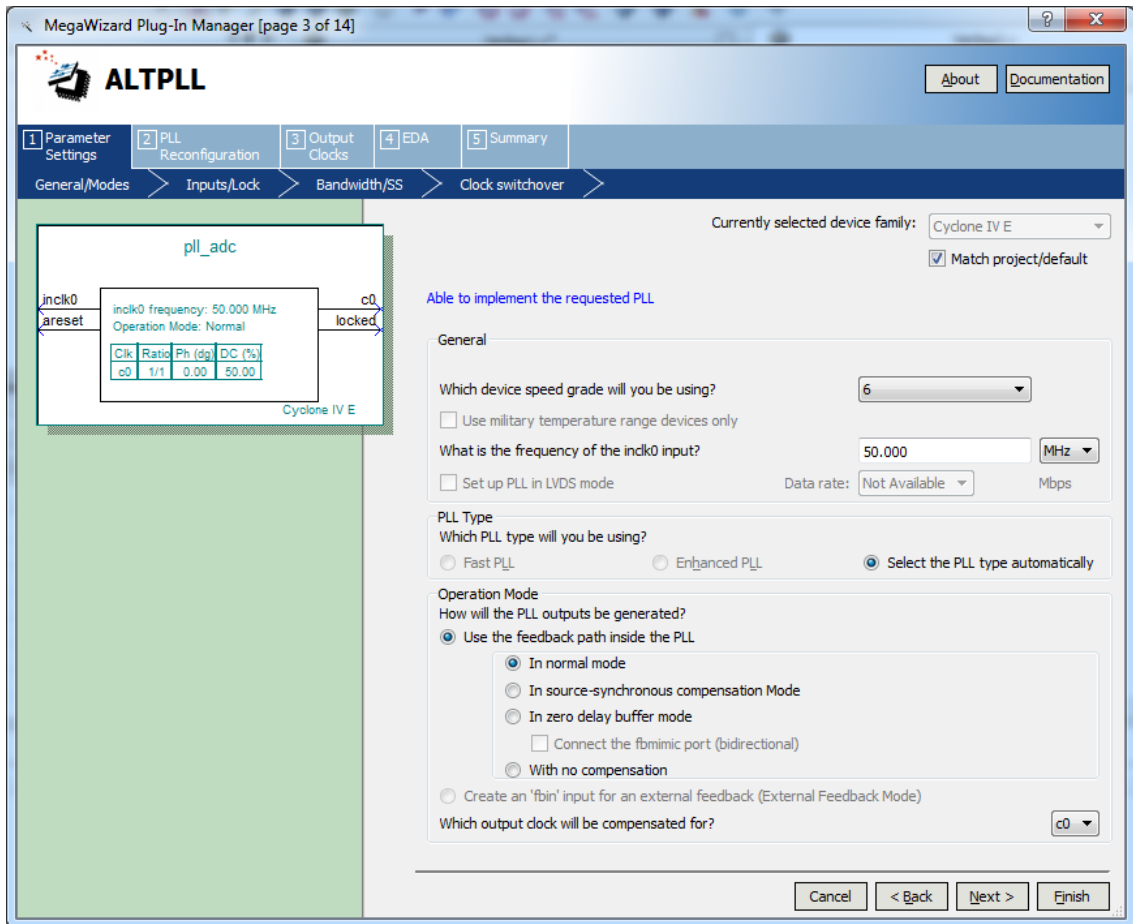

Рисунок 7.7 – Выбор параметров
- В новом окне (рисунок 7.7) выставляем необходимые параметры (рисунок 7.7): класс скорости устройства – 6, входная частота кварцевого генератора – 50 МГц